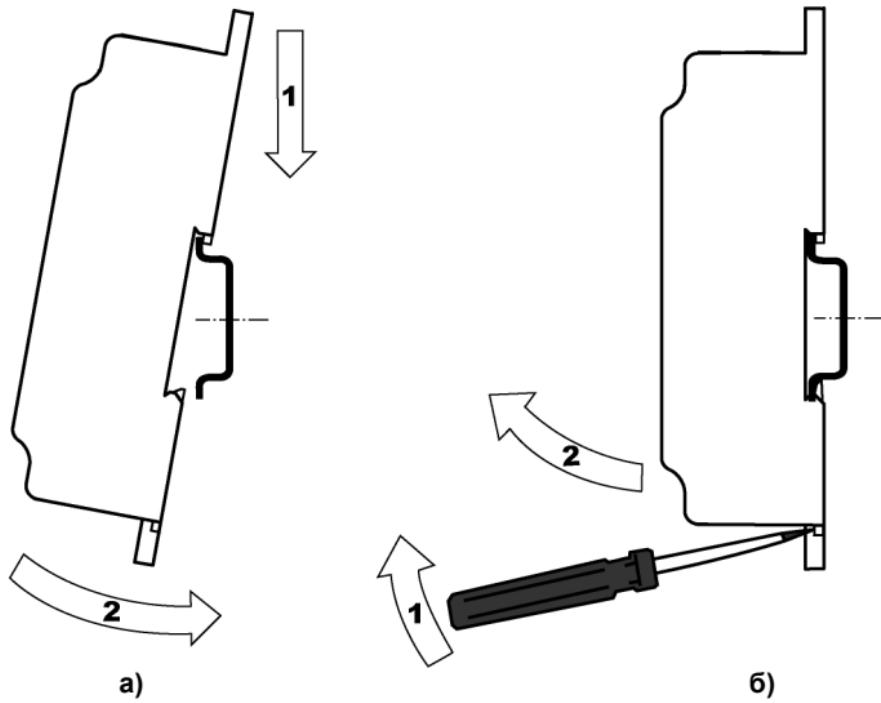

Рисунок 6.1 – Монтаж контроллера с креплением на DIN-рейку
- 4 Для съема контроллера с DIN-рейки в проушину защелки вставляется острое отвертка (см. рисунок 6.1, б)), и защелка отжимается по стрелке 1, после чего контроллер отводится от DIN-рейки по стрелке 2.